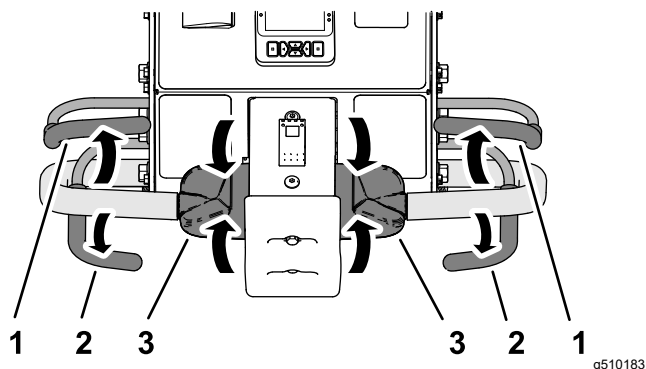

Bild 79
1. Wenn Sie während des Aerifizierens den Aerifizierbügel los (**Bild 79**), um den Aerifizierkopf anzuheben, siehe **Anheben des Aerifizierkopfs (Seite 51)**.